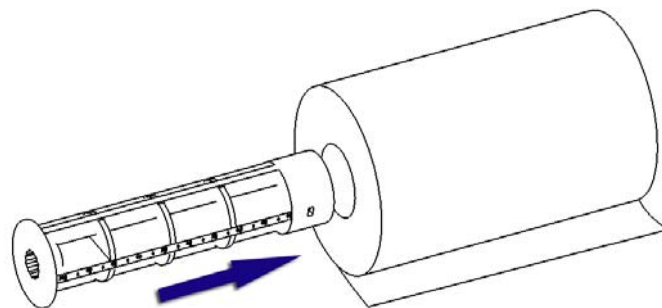

图 5.6-1
- 1) 向外轻拉碳带发放轴处的手动拉轴套，取下碳带发放轴，按图示方向穿入碳带芯轴中（见图 5.6-1）；